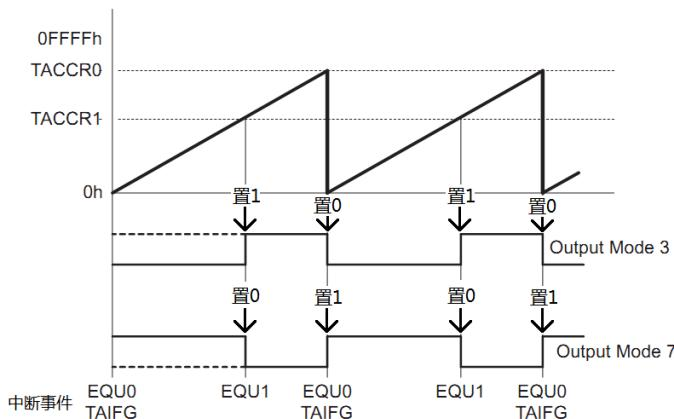

图 6.13 利用比较模块生成 PWM
3) 模式 3 和模式 7: 用于产生 PWM 信号（有关 PWM 的知识请自行科普）。如图 6.13 所示，主定时器（计数器）设置为增计数模式。**PWM 的频率由 CCR0 的 TACCR0 决定，PWM 的占空比由 TACCRx 与 TACCR0 的比值决定**。通过 CPU 改写 TACCRx 的值即可改变 PWM 的脉宽，同样，CPU 所要做的工作仅限于此，输出 PWM 仍然是“全自动”的，这一功能经常应用于自动反馈控制中。